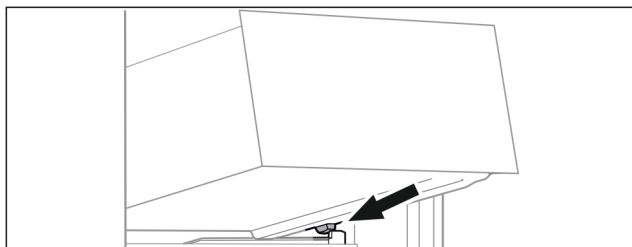

Fig. 100
- ▶ Nasad'te zásuvku šikmo za zarážky na žebrování na nádoby. (viz Fig. 100)